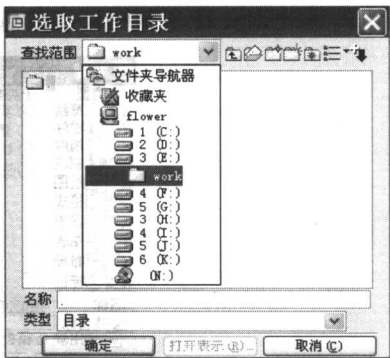

图 1.12 “选取工作目录”对话框
(1) 单击“文件”→“设置工作目录”命令，弹出如图 1.12 所示的“选取工作目录”对话框。
(2) 单击▼按钮，选择需要的目录，例如：E:\work 目录。
(3) 单击“确定”按钮，设置完毕。文件将默认存储在在该目录下。